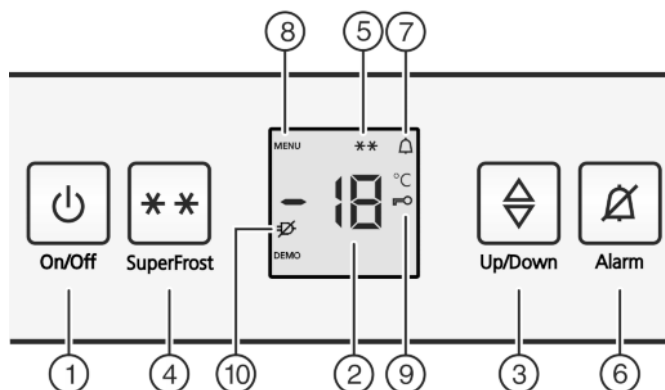

Fig. 2
- ▶ Нажать кнопку On/Off Fig. 2 (1).
- ▶ Активация режима настройки: Нажмите кнопку SuperFrost Fig. 2 (4) и удерживайте ее прим. 5 секунд.
- ▷ На индикаторе будет отображаться символ «Меню» Fig. 2 (8).
- ▶ Для подтверждения нажать и отпустить кнопку «SuperFrost» Fig. 2 (4).
- ▷ На индикаторе горит символ «Защита от детей» Fig. 2 (9).
- ▷ Функция защиты от детей включена. Если необходимо выйти из режима настройки: ▶ нажмите и отпустите кнопку "On/Off" Fig. 2 (1).
- ▷ Символ «Защита от детей» Fig. 2 (9) гаснет.
- ▷ Функция защиты от детей выключена. Если необходимо выйти из режима настройки: ▶ нажмите и отпустите кнопку "On/Off" Fig. 2 (1).
- ▶ Нажмите кнопку Alarm Fig. 2 (6).
Одновременно мигает индикация температуры и символ тревоги Fig. 2 (7).
Звуковой сигнал выключается автоматически, символ аварийного сигнала Fig. 2 (7) выключается и индикатор температуры перестает мигать, если температура снова становится достаточно низкой.